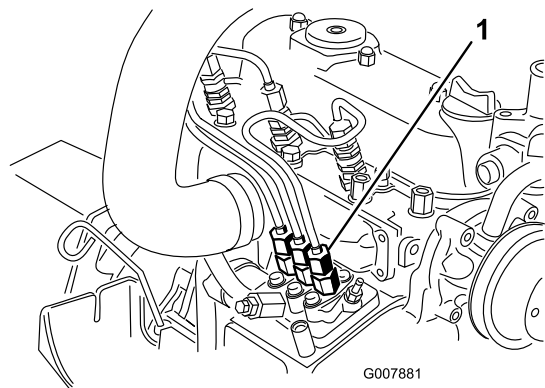

図 50
1. 燃料噴射ポンプから No.1インジェクタノズル（図 50）へのパイプ接続部の下にウェスを当て、パイプの接続をゆるめる。